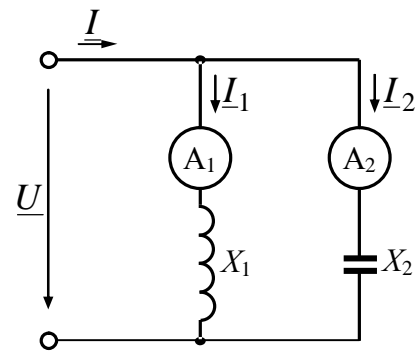

Рис. 3.20
**3.133.** У розгалуженому електричному колі змінного струму (рис. 3.20) має місце резонанс струмів, при цьому покази амперметрів  $A_1$  і  $A_2$  відповідно дорівнюють:  $I_1 = 10$  мА;  $I_2 = 4$  мА. Визначити ємнісний опір  $X_2$  ідеального конденсатора ( $R_C = 0$ ), якщо індуктивний опір котушки  $X_1 = 10$  В.